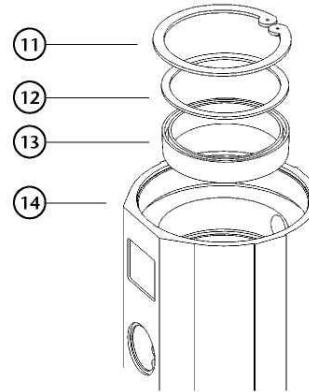

Рис. 10
5. Отсоедините поршень (9) и снимите пружинный кольцевой замок (11), шайбу (12) и уплотнение (13) (рис. 10). Проверьте поршень на отсутствие царапин и замените поврежденные части.